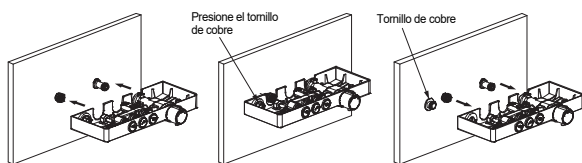

Figura 5
- Apriete el tornillo de cobre en la pared y retire el panel termostático de la ducha. Marque la posición del tornillo de cobre en la pared (Figura 5).